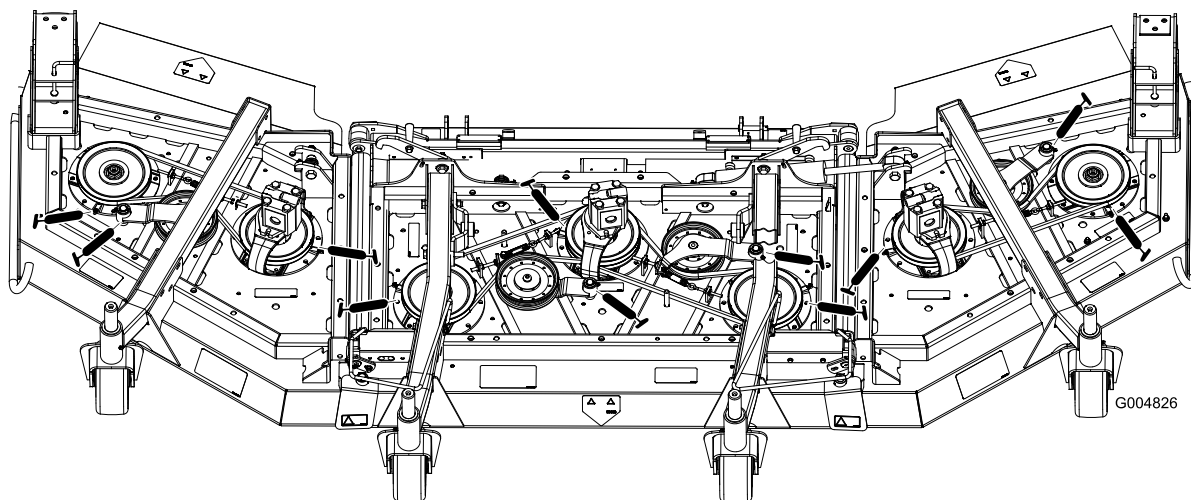

図 42
- ・ スピンドルシャフトのベアリング3ヶ所プーリの下 図 42。
- ・ アイドラームのピボットのブッシュ2ヶ所 図 42